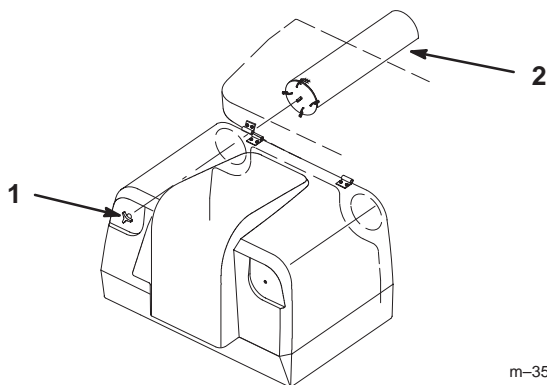

Bild 92
2. Entfernen Sie die Befestigungsschrauben bei offener Klappe oben vorne am Füllkasten und schieben die Gitter hinten aus dem Füllkasten heraus (Bild 92).
4. Bauen Sie die Gitter wieder ein und sichern sie mit den Befestigungsschrauben ab (Bild 92). Schließen und verriegeln Sie die Füllkastenklappe.